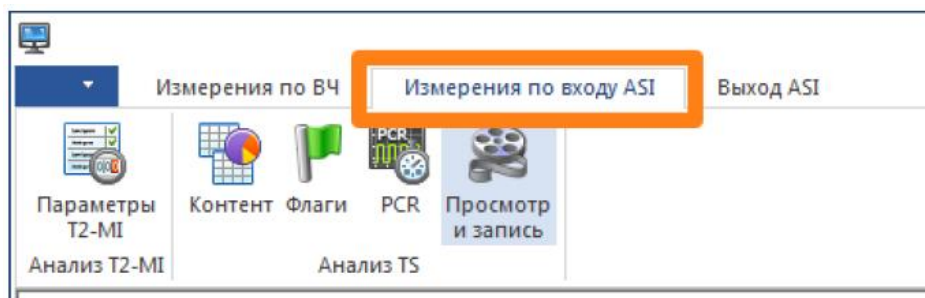

Рисунок 8
9.5 Для измерения параметров транспортного потока T2-MI на входе ASI анализатора выберите вкладку «Измерения по входу ASI» (рисунок 8).
9.5.2 Для измерения необходимых параметров нажмите соответствующую кнопку вкладки (рисунок 8).